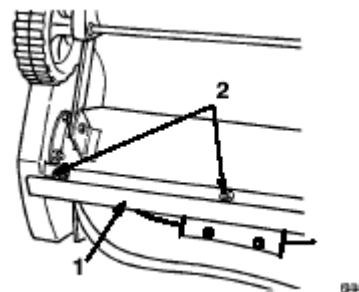

图21
- 8、取下紧固刮板的3个螺栓和锁紧螺母。（图21）
- 3、拔下火花塞导线，取下火花塞。（图21）
- 5、拔下火花塞导线。（图21）